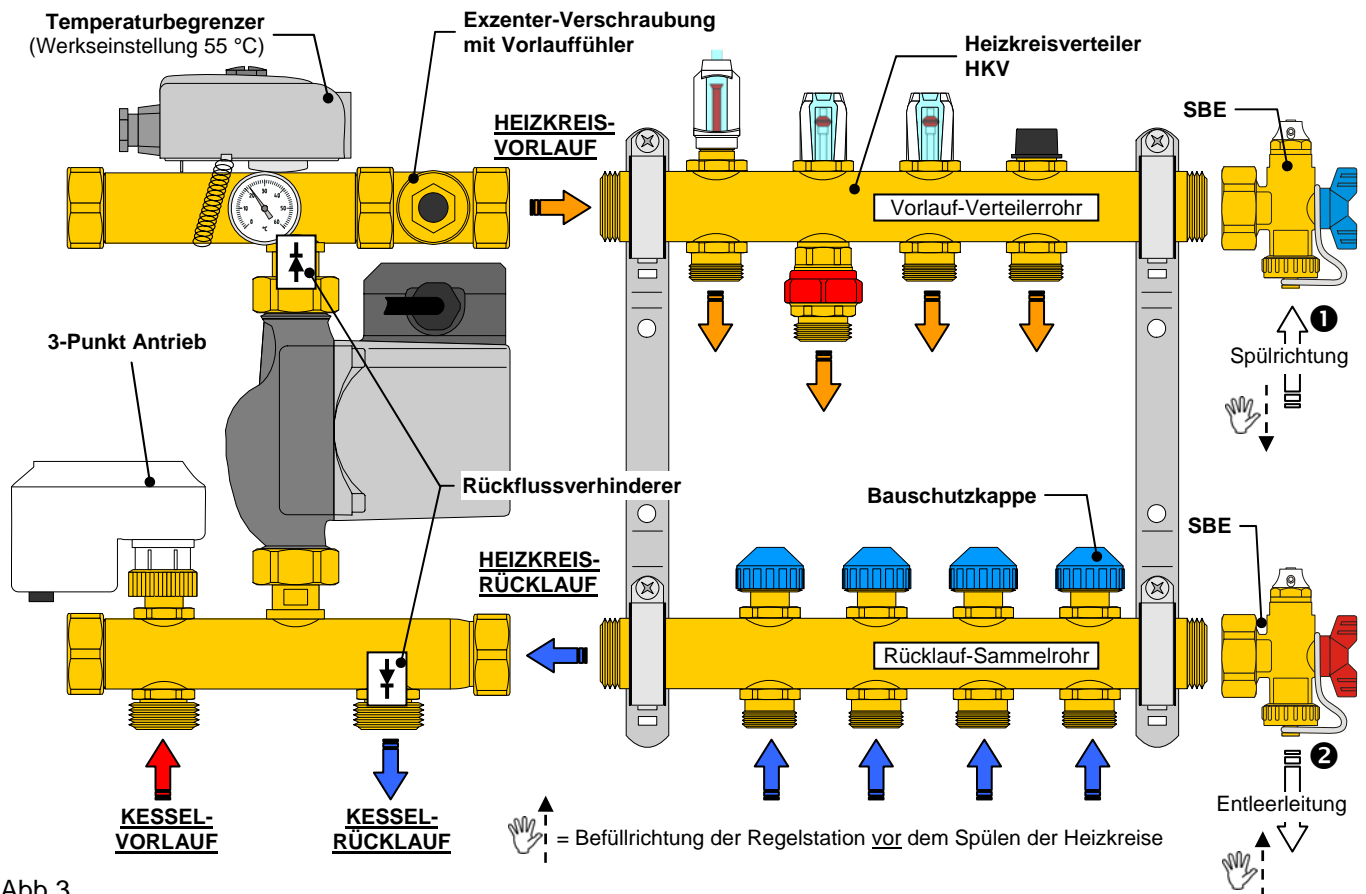

Abb.3
Auf richtigen Anschluss von Vorlauf und Rücklauf ist zu achten (Abb.3).
Der hydraulische Anschluss ist nach Abb.3 / Abb.4 auszuführen.
⚠ (→ Abb.3) Die Regelstation zunächst entgegen der Spülrichtung erstmalig befüllen. Dazu den Füllwasser-schlauch an den SBE Anschluss ❷ am Rücklauf des HKV anschließen. Der Absperrhahn des SBE Anschluss ❶ am Vorlauf des HKV muss offen sein. Die Regelstation langsam befüllen bis klares Wasser ohne Beimischung von Luft bei ❶ austritt. Absperrhahn bei ❷ schließen, danach Absperrhahn bei ❶ schließen.
(→ Abb.3) Spül- und Entleerleitung an die am Verteiler angebrachte SBE anschließen. Der Spülwasser-Eintritt erfolgt am SBE Anschluss ❶, der Austritt bei ❷.